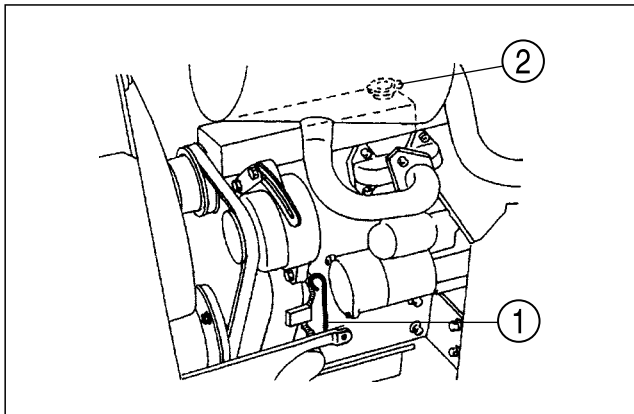

FIG. 5-14
FIG. 5-14 : Pour vérifier le niveau d'huile moteur – Le tracteur doit être stationné sur un sol de niveau, moteur arrêté. Extrayez la jauge (1), et vérifiez que le niveau d'huile est entre la limite supérieure, F, et la limite inférieure, L, sur la jauge. Essuyez la jauge, remettez-la momentanément en place dans le moteur et contrôlez de nouveau le niveau d'huile.